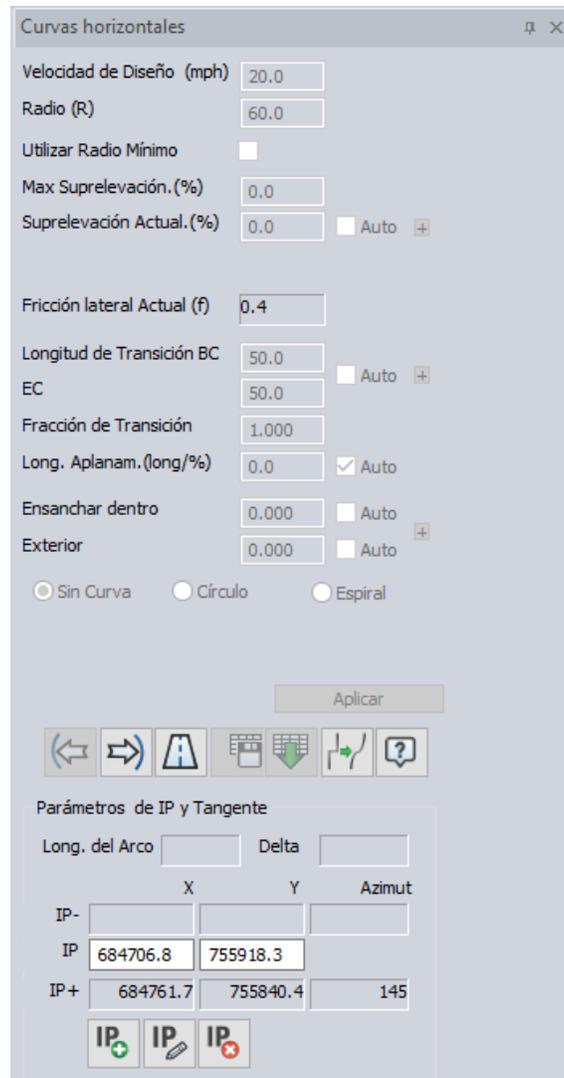

Figura 6-12: Panel de Curvas Horizontales
- Presionar el botón *Curva por defecto*  para configurar los parámetros que se muestran en la Figura 6-12 arriba.